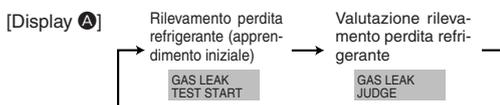

Fig. 8-2
- ① Premere il tasto **TEST** per tre secondi o oltre per passare alla modalità manutenzione. [Display **A**] MAINTENANCE
- ② Premere il pulsante **CLOCK** (▼) e selezionare [GAS LEAK TEST START] (AVVIO TEST FUGA DI GAS). (Fig. 8-2)